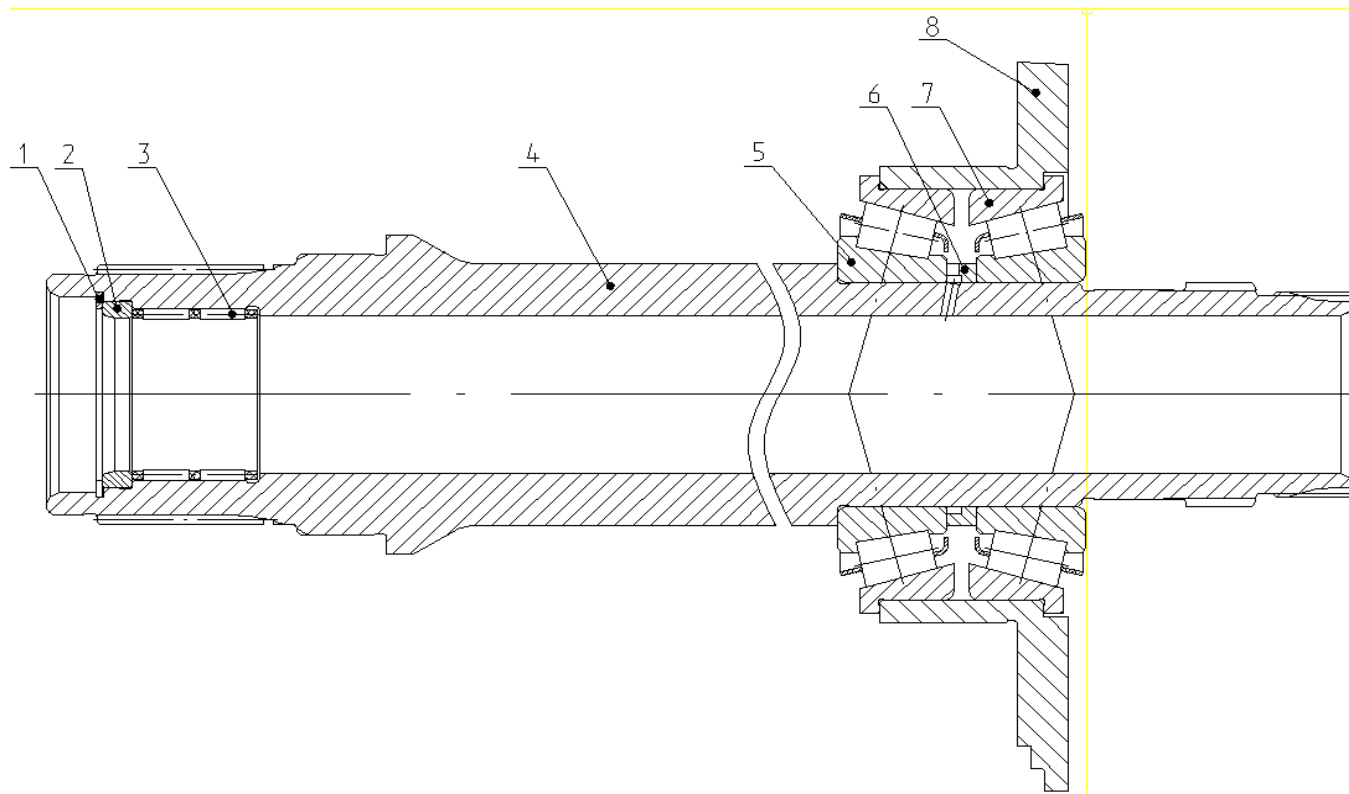

Рис.4.29 Первичный вал.
1) выпрессуйте вал (4), (рисунок 4.29), из стакана (8), в сборе, с подшипниками (7) и (5), с помощью оправки, обеспечивающей передачу усилия только через торец вала;
- 2) выпрессуйте внутренние обоймы подшипников (7), (рисунок 4.29), и (5) с вала (4), с помощью съёмника;
- 3) выпрессуйте наружные обоймы подшипников (7), (рисунок 4.29), и (5) из стакана (8);
- 4) демонтируйте кольцо (1), (рисунок 4.29), извлеките втулку (2) и подшипник (3).
Внимание: Подшипники (7), (рисунок 4.29), и (5) должны быть отрегулированы с осевым зазором 0,01...0,05 мм. Регулировку производить установкой шайбы (6) необходимой толщины или шлифовкой торца шайбы.